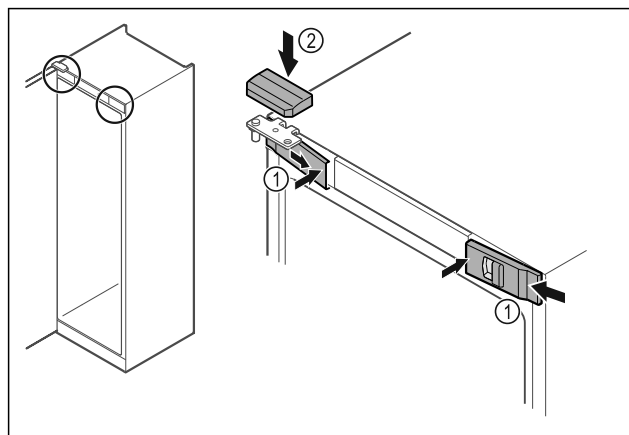

Fig. 50 *
- Vordere Abdeckungen Fig. 50 (1) seitlich einhaken und innen aufrasten.*
- Obere Abdeckung Fig. 50 (2) von oben aufrasten.*